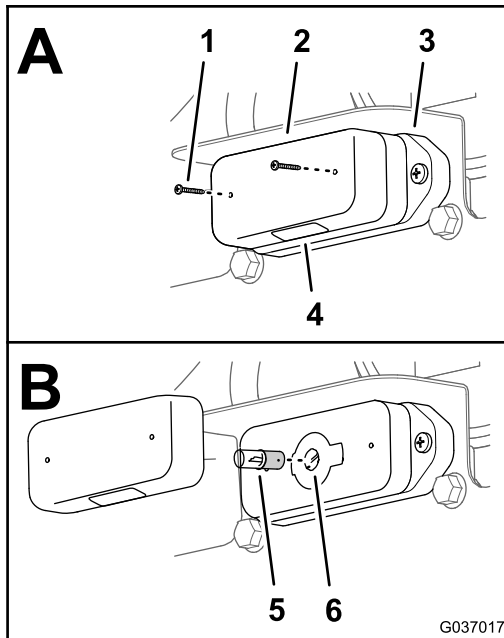

Figure 71
1. Retirez les 2 vis qui fixent le boîtier à la base de l'éclairage de la plaque d'immatriculation, et déposez le boîtier (A de la Figure 71).
2. Appuyez légèrement sur l'ampoule et tournez-la dans le sens antihoraire pour la déverrouiller de la douille, puis enlevez-la (B de la Figure 71).
3. Insérez l'ampoule neuve dans la douille (B de la Figure 71).
4. Appuyez légèrement sur l'ampoule et tournez-la dans le sens horaire pour la verrouiller dans la douille (B de la Figure 71).
5. Placez le boîtier devant la base de l'éclairage de la plaque d'immatriculation en orientant le verre vers le bas (A de la Figure 71).